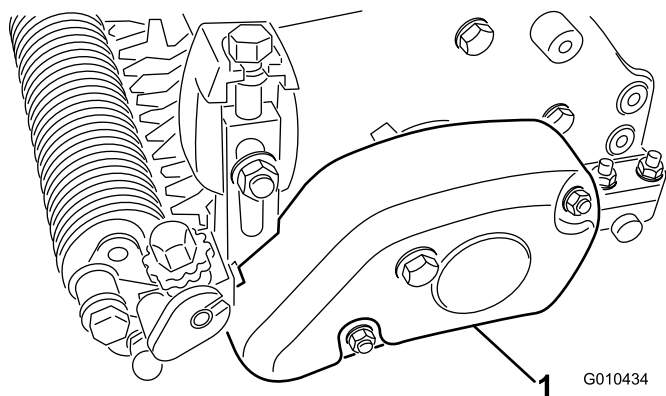

Рисунок 20
3. Прикрепите кожух ремня к узлу механической щетки двумя контргайками (М8), как показано на Рисунок 20.